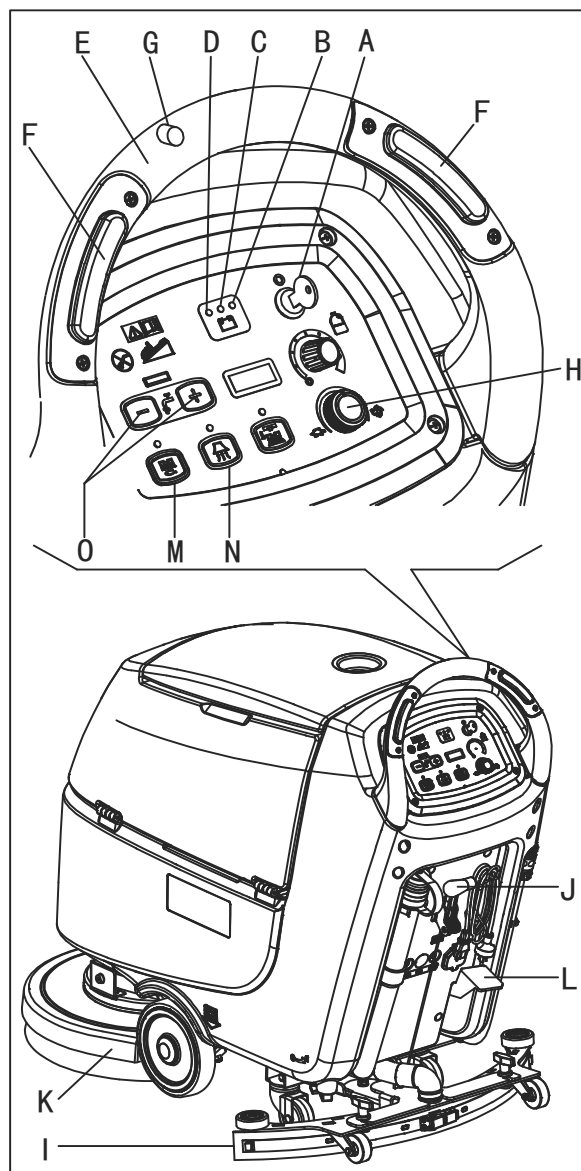

Figura 9
2. Inserați cheia de contact (A, Figura 9) și rotiți-o până la poziția "I". Verificați ca ledul verde (B) să se aprindă (baterie încărcată). Dacă se aprinde ledul galben (C) sau cel roșu (D) puneți cheia de contact din nou pe poziția "0" și încărcați bateria (vedeți procedura la capitolul Mentenanță).
- Prin apăsarea cu mâinile pe ghidon (E) (numai pentru mașina fără tracțiune).
- Prin apăsarea cu mâinile pe ghidon (E) și apăsarea comutatorului (F) pentru deplasarea înainte, sau apăsarea comutatorului (F) împreună cu comutatorul (G) pentru deplasarea în marșarier (numai pentru mașina cu tracțiune). Viteza deplasării înainte poate fi ajustată cu ajustorul (H).
4. Coborâți mopul (I) cu ajutorul pârghiei (J).
5. Coborâți puntea periei/suportului de lavetă (K) prin ridicarea pedalei (L).
6. Apăsăți comutatorul periei/ suportului lavetei (M) și comutatorul sistemului de aspirare (N).
7. Apăsăți comutatoarele de control debit apă de spălare (O) după cum este necesar, în funcție de tipul de curățare ce urmează a se executa.
- (numai pentru mașina fără tracțiune) apăsând mașina cu mâinile pe ghidonul (E) și apăsând comutatorul (F).
- (numai pentru mașina cu tracțiune) apăsând mașina cu mâinile pe ghidonul (E) și apăsând comutatorul (F). Dacă este necesar, viteza deplasării înainte poate fi ajustată cu ajustorul (H).
2. În timp ce țineți cu ambele mâini mânerul mașinii, apăsați comutatorul de protecție (F, Figura 9), apoi manevrați mașina și începeți să rașchetați/uscați podeaua.